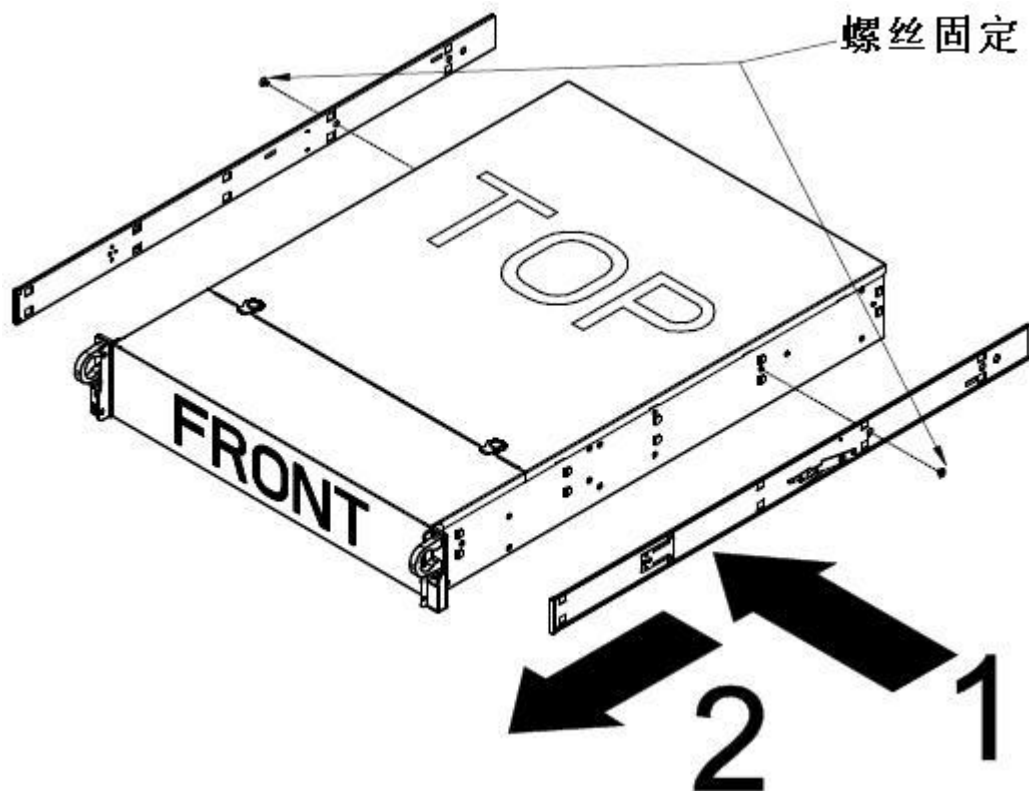

图 1-2
3、机箱上固定内轨的每侧有 8 个卡钩，使内轨的平滑面贴着机箱，让卡钩与内轨上的方孔对应好。如图 1-2 所示。
4、向前用力推内轨，让卡钩将其完全卡住，如图 1-2 所示。